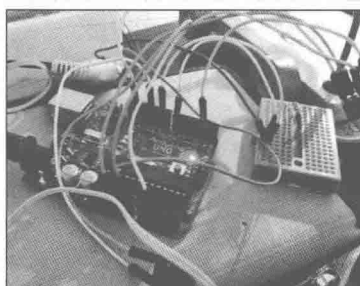

图 8 连接好的主机
Sync 连接到 D9,用以产生同步信号。Video 连接到 D7,用以产生视频的像素信号。实物连接好后如图 8 所示,面包板上的那两个电阻,实际有点误差也没有太大关系。后面那个黄色的同轴电缆线是电视机的 AV 输
■ 图 8 制造业用大型原型及精细的 3D 打印机